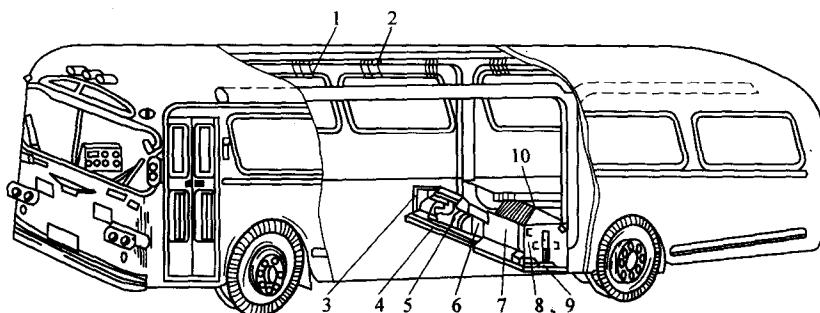

图 1—5 独立式汽车空调系统示意图
(1) 非独立式汽车空调系统 这种空调制冷压缩机由汽车本身的发动机驱动，汽车空调系统的制冷性能受汽车发动机工况的影响较大，工作稳定性较差，尤其是低速时制冷量不足，而在高速时制冷量又过剩，并且消耗功率较大，影响发动机动力性。这种类型的汽车空调系统一般用于制冷量相对较小的轿车上。
(2) 独立式汽车空调系统（见图 1—5）